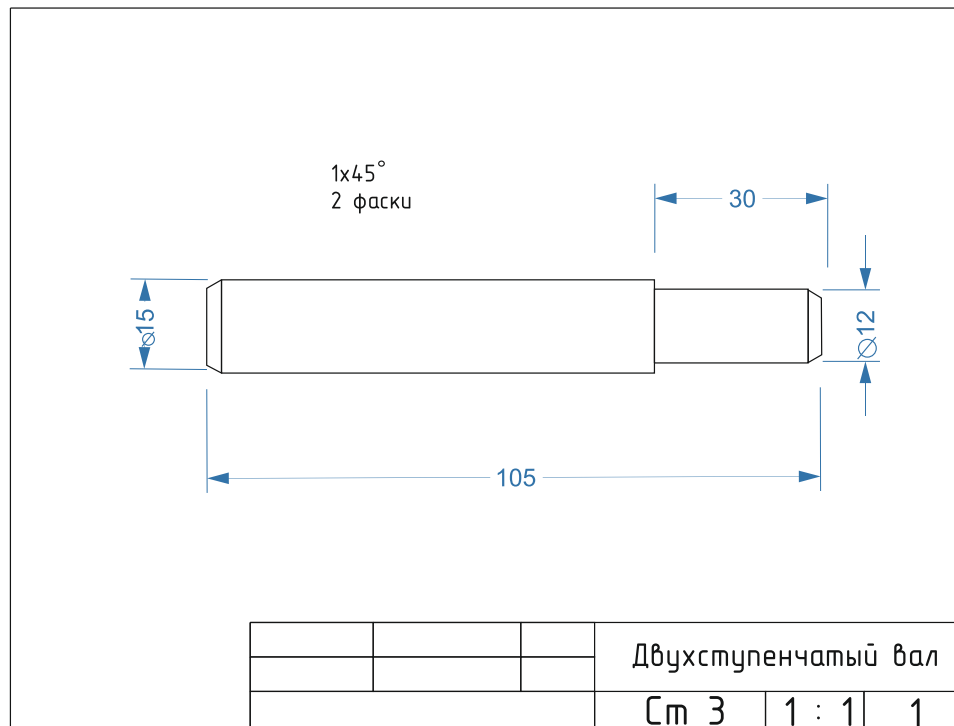

Рис. 1. Чертеж Двухступенчатый вал
2. По чертежу изготовить Двухступенчатый вал (рис. 1).